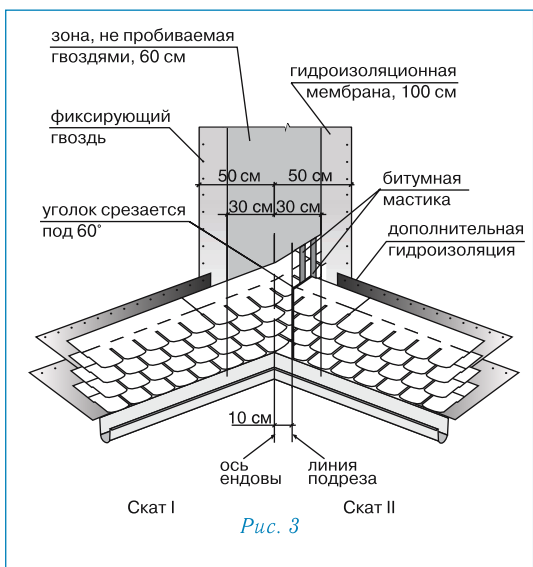

Рис. 3
Ендова (рис. 3)
- лист, подходящий к ендове со ската II, должен доходить до линии подрезки и обрезать по ней. Верхний уголок обрезанного края листа подрезается под углом 60° (5×3 см – рис. 3);